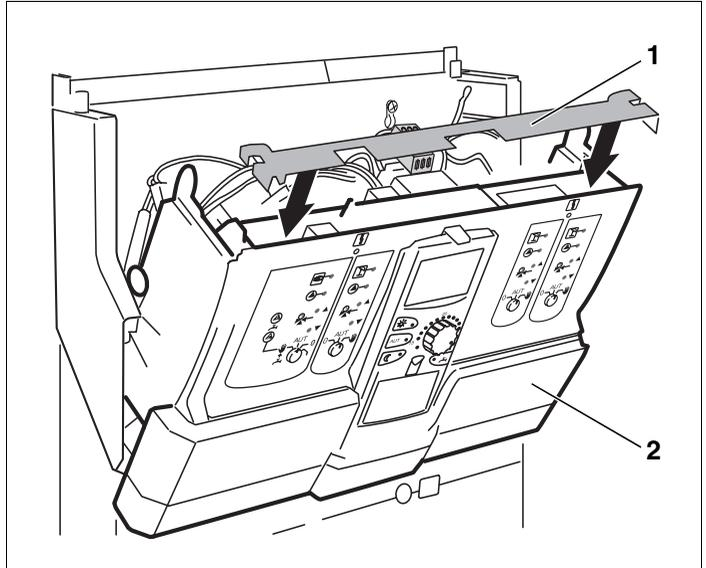

Fig. 9 Insérer la baguette transversale
- Insérer la baguette transversale (fig. 9, **pos. 1**) dans les évidements et enclencher.
- Pivoter la partie avant de l'appareil (fig. 9, **pos. 2**) vers l'arrière et enclencher.